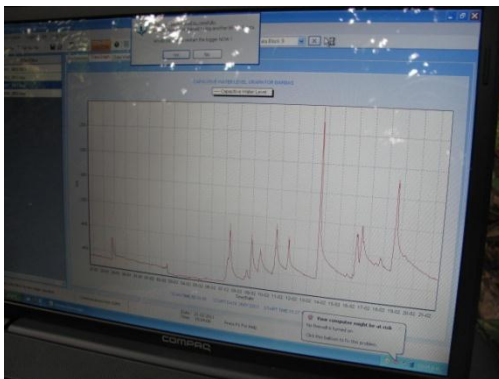

Figura 15. Gráfico con los datos obtenidos
6.8 Los datos serán guardados. Usted tendrá la opción de ver el gráfico de los datos guardados, como aparece en la figura 15.